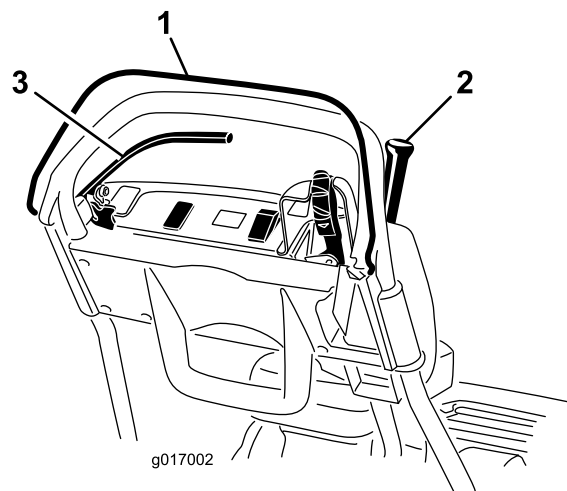

Figure 34
3. Relâchez la commande OPC et essayez d'engager le levier de commande de déplacement (Figure 34). Le levier de commande de déplacement ne doit pas s'engager. Si le levier de commande de déplacement s'engage, le système de sécurité doit être révisé. Remédiez au problème avant d'utiliser la machine ; voir Entretien du contacteur de sécurité de déplacement \(page 37\).
4. Appuyez sur la commande OPC et engagez le levier de commande de déplacement, puis relâchez la commande OPC (Figure 34). Le levier de commande de déplacement doit se désengager. Si le levier de commande de déplacement ne s'engage pas, le système de sécurité doit être révisé. Remédiez au problème avant d'utiliser la machine. Voir Entretien du contacteur de sécurité de déplacement \(page 37\).
5. Après avoir appuyé sur la commande OPC et déplacé le levier de changement vers la gauche, engagez le levier de commande de déplacement et du cylindre, puis relâchez la commande OPC (Figure 34). Le levier de commande de déplacement doit se désengager. Si le levier de commande de déplacement ne s'engage pas, le système de sécurité doit être révisé. Remédiez au problème avant d'utiliser la machine ; voir Entretien du contacteur de sécurité de déplacement \(page 37\) ou Réglage de la commande du cylindre \(page 41\).